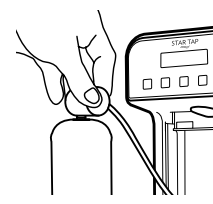
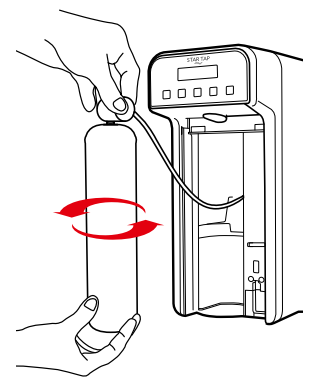

Fig. 3-14
Fig. 4-14
30.39 - Accoppiare il filetto femmina del riduttore con il filetto maschio della valvola della bombola, vedi Fig. 3-14. Tenendo fermo il riduttore con una mano, ruotare la bombola con l'altra mano avvitandola, vedi Fig. 4-14.